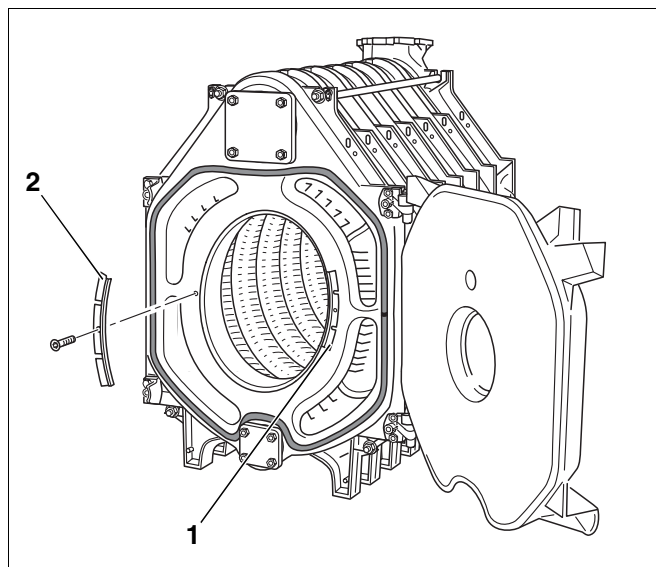

Fig. 30 Gasspærrepladernes placering
Gasspærrepladerne (Fig. 30, **pos. 1 og 2**) er fra fabrikken skruet på det forreste element med en unbrakoskrue.